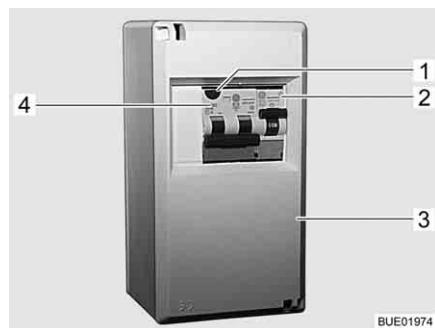

Fig. 110 Scatola dei fusibili a 230 V
Un interruttore di sicurezza combinato (Fig. 110,4) nella scatola dei fusibili (Fig. 110,3) protegge l'intero veicolo da correnti di guasto (0,03 A).
In veicoli con accessori opzionali (ad es. impianto di climatizzazione), un ulteriore interruttore di sicurezza (10 A) (Fig. 110,2) protegge l'apparecchio.
- Se il veicolo è collegato all'alimentazione a 230 V, premere il tasto di controllo (Fig. 110,1). L'interruttore di sicurezza per correnti di guasto deve scattare.